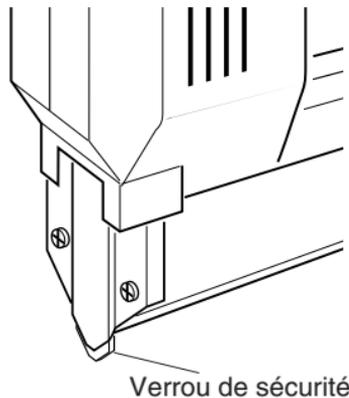

Figure 6
3. Saisir l'outil fermement et le tenir contre la surface de travail. L'appuyer suffisamment pour rentrer le verrou de sécurité, lequel est situé à la sortie des clous (voir la figure 6). **IMPORTANT:** Le verrou de sécurité doit être rentré pour que l'outil puisse fonctionner. Autrement, aucun clou ne sort.